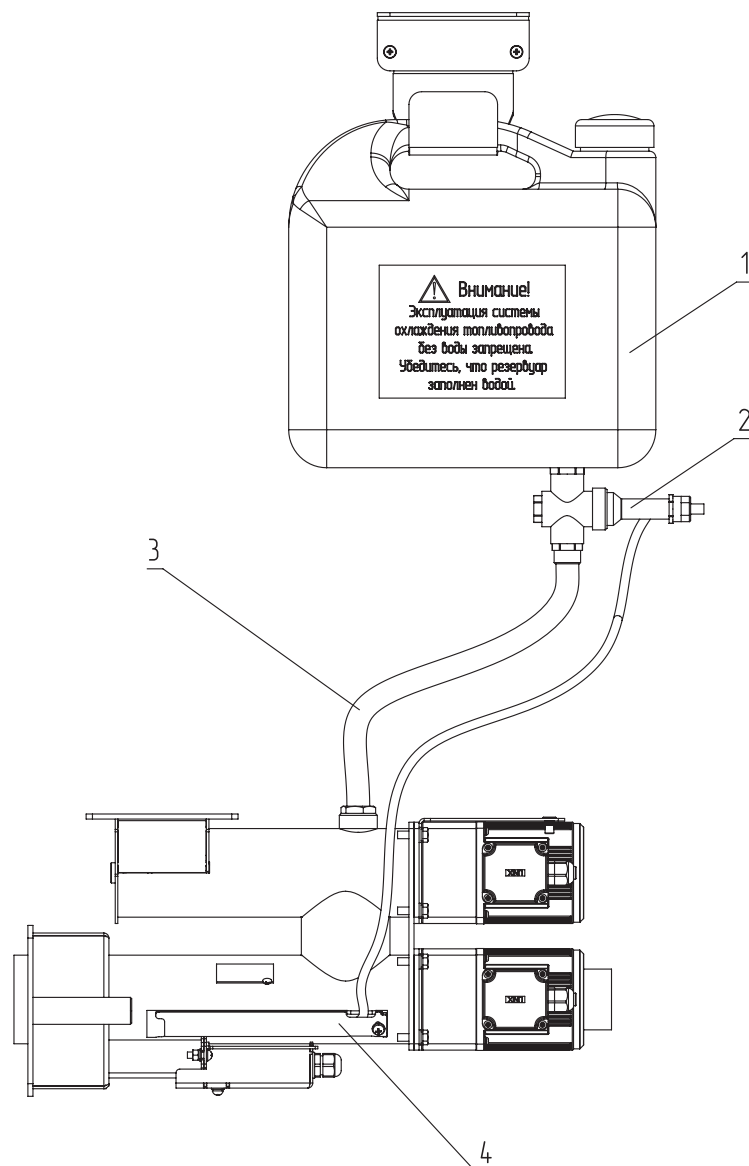

Рис. 3 Система охлаждения топливпровода
- Для обеспечения полной пожарной безопасности для работы на пеллетах обязательно устанавливать систему охлаждения топливопровода (доступно в качестве опции, см. **Рис. 3**). Система охлаждения топливопровода, наполненная водой, является основным элементом защиты котла от протекания топлива в бункер. Следите и поддерживайте полный уровень жидкости в ее емкости;
Внимание! Термобаллон клапана (Рис. 3, поз. 4) должен быть зафиксирован в гильзе винтом.